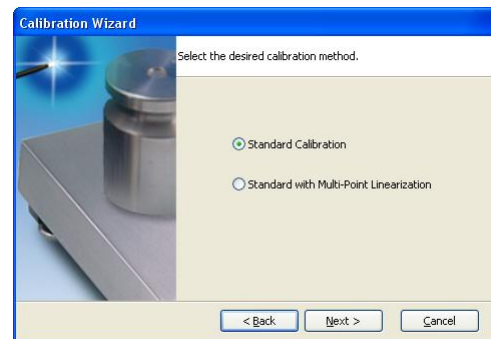

Figura 4-3. Pantalla del Calibration Wizard de Revolution
1. En la primera pantalla del Calibration Wizard [Asistente de calibración] (vean la Figura 4-3), seleccionar si estás ejecutando una calibración estándar (cero y alcance) o una calibración lineal de puntos múltiples. Hacer clic en el botón *Next* [Próximo] para continuar.